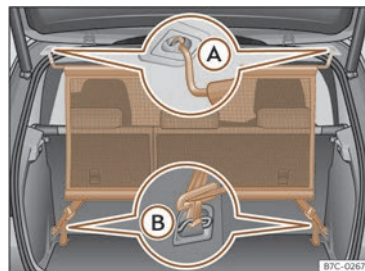

Fig. 163 Xarxa de separació muntada.
- Desenganxeu la xarxa de separació a l'allotjament esquerre del sostre >>> **fig. 163 A**. Assegureu-vos d'estirar la vareta transversal cap avall més enllà de la posició superior.
- Enganxeu la xarxa de separació a l'allotjament dret del sostre comprimit la vareta transversal >>> **fig. 163 A**.
- Enganxeu els dos ganxos de la xarxa de separació a les argolles d'amarratge del maleter >>> **fig. 163 B** i tenseu bé els cinturons de fixació.